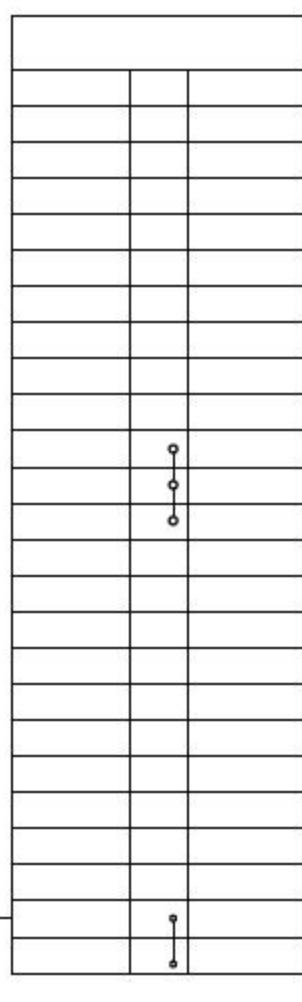

图10-48 调入接地符号
- 03 从“素材\第10章\电气图例.dwg”文件中调入接地符号。调用L【直线】命令，绘制线路来连接接地符号和表格，结果如图10-48所示。